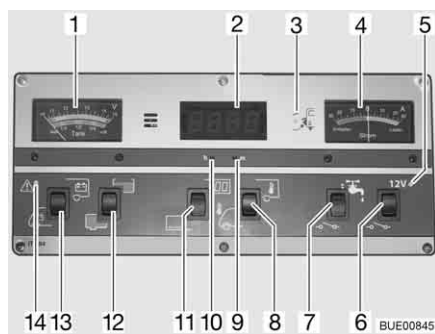

Fig. 162 Panel IT 994
Observar la escala superior del instrumento indicador V/depósito (Fig. 162,1). El instrumento indicador se ilumina automáticamente al accionar el interruptor.
- Pulsar el interruptor basculante (Fig. 162,13) por abajo: Indica la tensión de la batería del motor de arranque.
- Pulsar el interruptor basculante (Fig. 162,13) por arriba: Indica la tensión de la batería del habitáculo.
Observar la escala inferior del instrumento indicador V/depósito (Fig. 162,1). El instrumento indicador se ilumina automáticamente al accionar el interruptor.
- Pulsar el interruptor basculante (Fig. 162,12) por arriba: Indica la cantidad de agua.
- Pulsar el interruptor basculante (Fig. 162,12) por abajo: Indica la cantidad de aguas residuales.
La luz roja de ALARMA (Fig. 162,14) parpadea en cuanto la tensión de la batería del habitáculo baja de 11 V (medición durante el servicio) y hay peligro de descarga completa.
- Conectar:* ■ Pulsar el interruptor basculante (Fig. 162,11) por arriba: El indicador del reloj digital está conectado. El indicador de temperatura está listo para funcionar.
- Desconectar:* ■ Pulsar el interruptor basculante (Fig. 162,11) por abajo: El indicador del reloj digital y el indicador de temperatura están desconectados.
- Ajustar:* ■ Con ayuda de un objeto delgado, p. ej. una mina de bolígrafo, hacer presión en el orificio para horas (Fig. 162,10) hasta obtener la hora deseada.
■ Con ayuda de un objeto delgado, p. ej. una mina de bolígrafo, hacer presión en el orificio para minutos (Fig. 162,9) hasta obtener los minutos deseados.
- Indicar:* ■ Pulsar el interruptor basculante (Fig. 162,8) por arriba: Indica la temperatura interior.
■ Pulsar el interruptor basculante (Fig. 162,8) por abajo: Indica la temperatura exterior.
El instrumento indicador (Fig. 162,4) indica constantemente la corriente actual suministrada por la batería. El instrumento indicador se ilumina automáticamente al accionar el interruptor.
El interruptor principal de 12 V (Fig. 162,6) conecta y desconecta el panel y la alimentación de 12 V del habitáculo.
- Pulsar el interruptor basculante (Fig. 162,6) por arriba: La alimentación de 12 V del habitáculo está conectada. La luz de control (Fig. 162,5) se enciende de color verde.
- Pulsar el interruptor basculante (Fig. 162,6) por abajo: La alimentación de 12 V del habitáculo está desconectada. La luz de control (Fig. 162,5) se apaga.
Se enciende la luz de control de 12 V (Fig. 162,5) cuando se conecta el interruptor principal de 12 V (Fig. 162,6).
Se enciende la luz de control de 230 V (Fig. 162,3) amarilla cuando hay tensión de red en la entrada del bloque eléctrico.
*Conectar:* ■ Pulsar el interruptor basculante (Fig. 162,7) por arriba: El suministro de agua está conectado.
*Desconectar:* ■ Pulsar el interruptor basculante (Fig. 162,7) por abajo: El suministro de agua está desconectado.